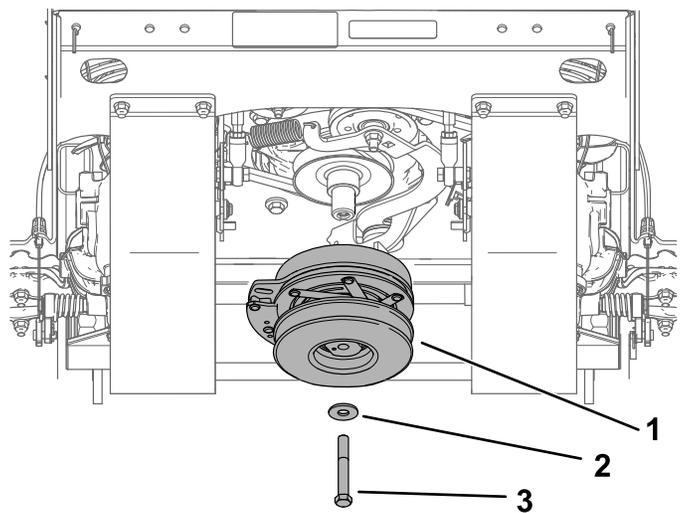

図 57
5. クラッチプーリを外す **図 57**。
- 13. クラッチプーリを取り付ける 図 57。ベルトを68-81 N·m 6.9-8.0 kg.m = 50-60 ft-lbにトルク締めする。
- 14. ガードプレートを取り付ける 図 57。